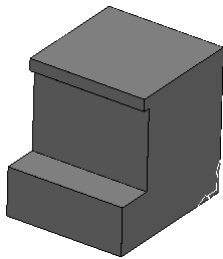

图 2-314 打开范例文件
2) 选择下拉菜单中的“文件”→“打开项目”命令，弹出“打开项目”对话框，选择“exercise33”（“随书光盘:\第 2 章\exercise33\uncompleted\exercise33”）文件，如图 2-314 所示。